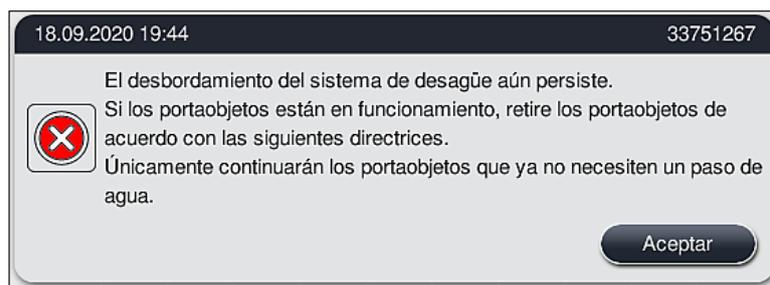

Fig. 127
3. Si el bloqueo sigue sin poder eliminarse a pesar de las medidas de limpieza, las estaciones de agua se desactivan debido al nivel crítico persistente del agua. Las estaciones de agua se identifican como defectuosas en la pantalla. Para cancelar uno o más programas, pulse (→ "Fig. 125-2") o (→ "Fig. 126-2") para iniciar el proceso de cancelación controlada. Los programas que no requieren un paso de agua continúan hasta el final del proceso de tinción. Todas las cestas restantes que sigan necesitando al menos un paso de agua deben cancelarse y retirarse del instrumento. Confirme el siguiente mensaje (→ "Fig. 127") pulsando **Aceptar**.